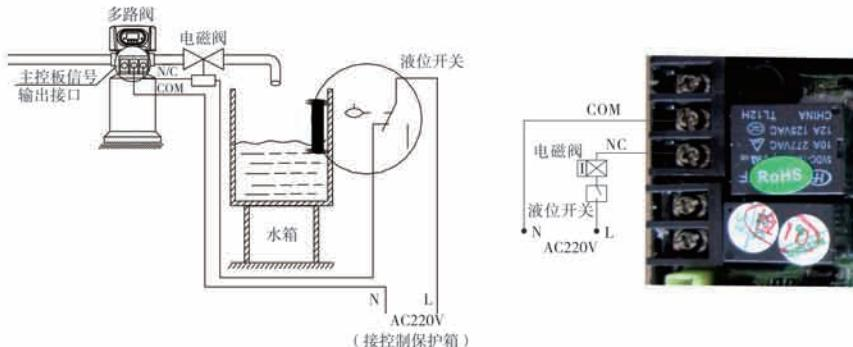

图3-1 控制出口电磁阀的接线图
①通过控制出口电磁阀来控制水箱液位
**应用说明:**当需要出水口在再生过程中无硬水流时(主要是旋转过程中无硬水流时。控制阀到达反洗、吸盐等各工位时,出水口自动无硬水流),可在出水口加装电磁阀,其接线方式如图3-1: